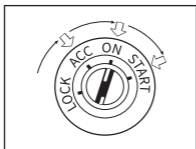

Figura 3.1.4
4. Gira el encendido a la posición ON (II) (Ver la Figura 3.1.4), NO arranques el motor.